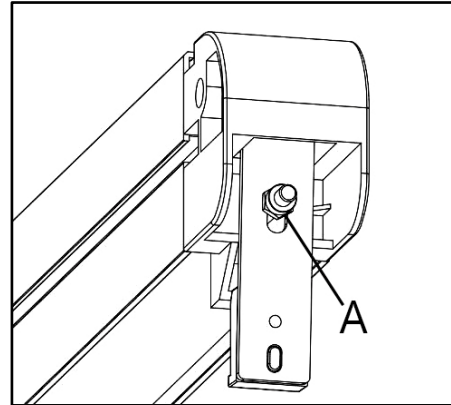
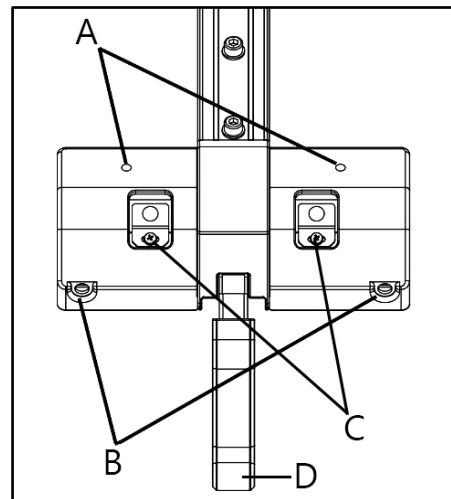

Рисунок 35
Рисунок 36
- Поворачивайте гайку А (рис. 35) до тех пор, пока параллельный упор не будет крепко удерживаться, когда рычаг блокировки D (рис. 36) будет установлен в нижнее положение.
- Если требуется регулировка, разблокируйте параллельный упор и поверните один из двух регулировочных винтов А (рис. 36). Зафиксируйте параллельный упор и повторите проверку. Продолжайте эту процедуру, пока параллельный упор не будет перпендикулярен рабочему столу.
- Если требуется регулировка, разблокируйте параллельный упор и поверните один из двух регулировочных винтов В (рис. 36).
- Ослабьте два регулировочных винта С (рис. 36) и двигайте указатель влево или вправо, пока указатель (красная линия) не сравняется со значением измерения, полученным на предыдущем шаге.
Разблокируйте параллельный упор, подняв рычаг блокировки D (рис. 36).